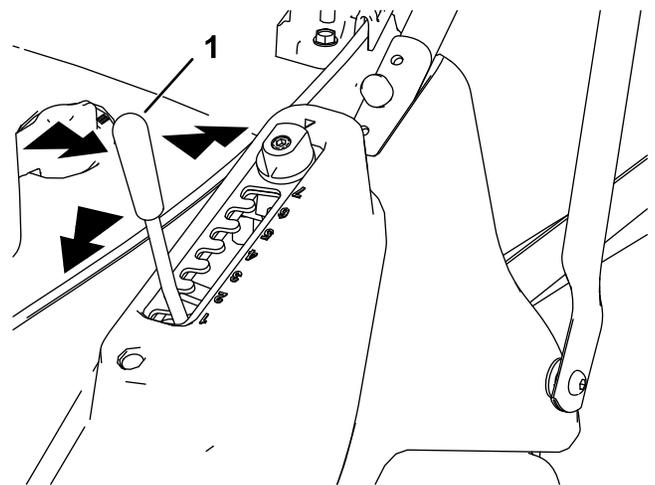

Figura 11
1. Segure a alavanca da altura de corte e puxe-a para os lados para a desengatar da aleta de bloqueio (Figura 11).
2. Empurre a alavanca para a frente para descer ou puxe-a para trás para subir a altura de corte (Figura 11).
- Solte a alavanca na posição desejada e certifique-se de que bloqueia firmemente em uma das sete aletas (**Figura 11**).